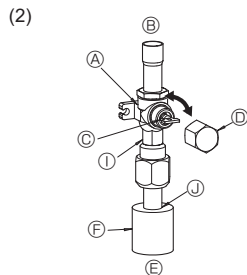

Fig. 4-7
(2) Lato gas della valvola di arresto (Fig. 4-7)